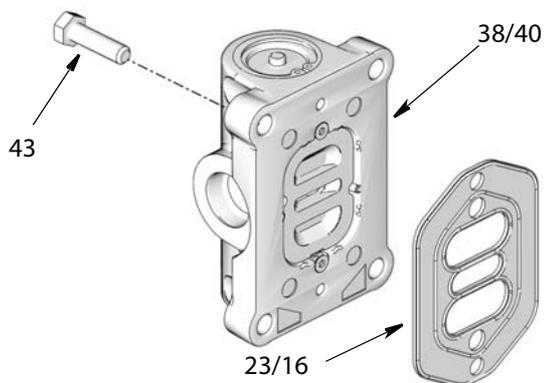

Рис. 20
**Комплект для замены воздушного клапана – 24Н848 (резьба NPT), 24Н849 (резьба BSPP), 24Н850 (резьба BSPT) (Рис. 20)**